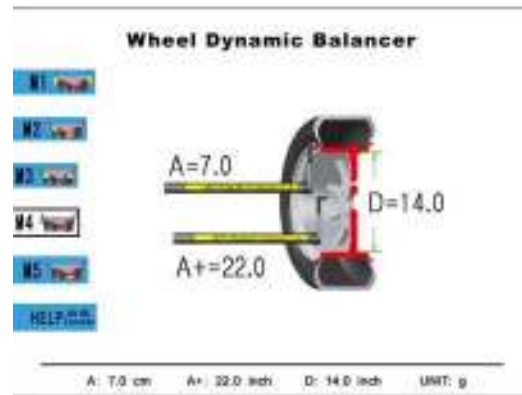

Figure 7-7
7.5.1 Нажмите кнопку “4”, система войдет в режим балансировки M4, рис.7-7: M4 мерцает и на дисплее показаны места размещения грузиков с внутренней стороны диска.